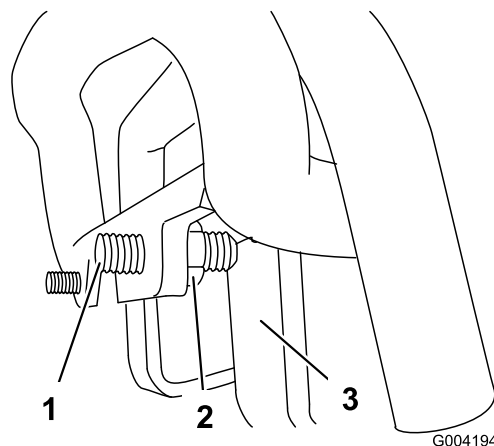

Bild 55
3. Falls die Zugmaschine nach **links** zieht, lockern Sie die **rechte** Klemmmutter und stellen Sie die Spurweiten-Stellschrauben vorne am Fahrtrieb ein (Bild 55).
4. Falls die Zugmaschine nach **rechts** zieht, lockern Sie die **linke** Klemmmutter und stellen Sie die Spurweiten-Stellschrauben vorne am Fahrtrieb ein (Bild 55).